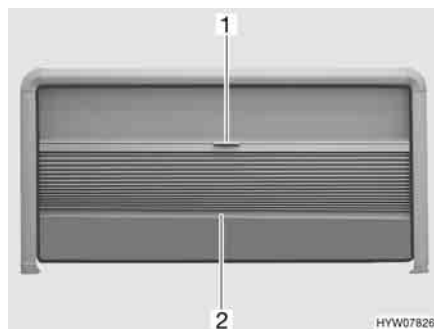

Fig. 42 Finestra apribile
- Afferrare la tendina oscurante pieghevole al centro dell'asta di chiusura (Fig. 42,2) e tirare delicatamente verso il basso.
- Tenere la parte centrale dell'asta di chiusura (Fig. 42,2) della tendina oscurante pieghevole e spingere quest'ultima verso l'alto con cautela.
- Tirare la zanzariera a rullo verso il basso utilizzando la maniglia (Fig. 42,1).
- Spingere la zanzariera a rullo completamente verso l'alto utilizzando la maniglia (Fig. 42,1).